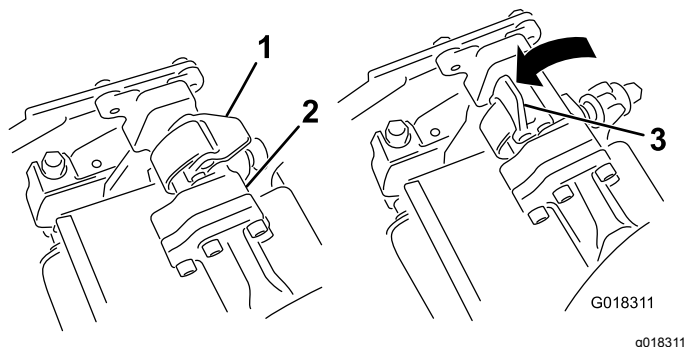
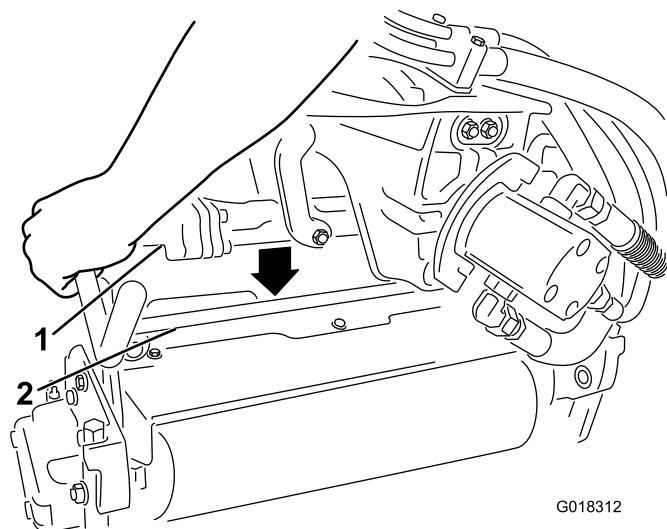

Figura 1
Figura 2
3. Com os trincos na barra do braço de suspensão a apontar para cima (Figura 1), empurre o braço de suspensão para baixo de forma a que a barra passe pela barra através da parte superior da unidade de triplo-rolô (Figura 2).
4. Feche os trincos para baixo e em redor da unidade de triplo-rolô e bloqueie-os no sítio (Figura 1).